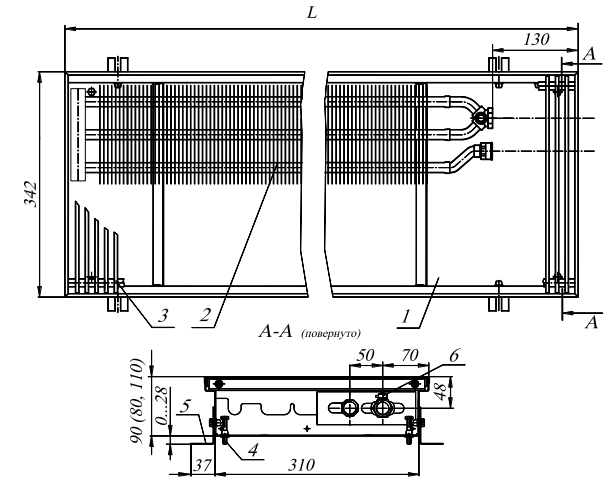

Рис. 1 Конвектор КРК 34.08(09,11).60...300 концевой
4.1. Конвектор состоит из следующих основных элементов (см. рис.1,2):
4.3. Размеры и технические характеристики изделий представлены на Рис.1, 2 и в таблице 1, 2.